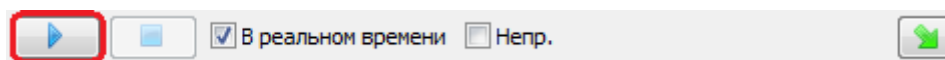

Рис. 4.14 Кнопка «Начать воспроизведение сигналов»
11. Запустить воспроизведение записи в программе «Воспроизведение сигналов», нажав на кнопку «Начать воспроизведение сигналов» (Рис. 4.14).